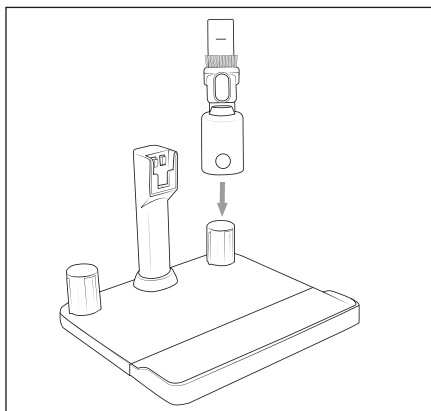

Fig. 13
- ◆ Após a utilização, pressione o interruptor Ligar/desligar ❶ ❷ para desligar o aparelho. O painel indicador ❸ apaga-se.
- ◆ Se necessário, remova a escova combinada 2 em 1 ❶ do aparelho e coloque-a no suporte para acessórios ❹, para a guardar (ver fig. 13).